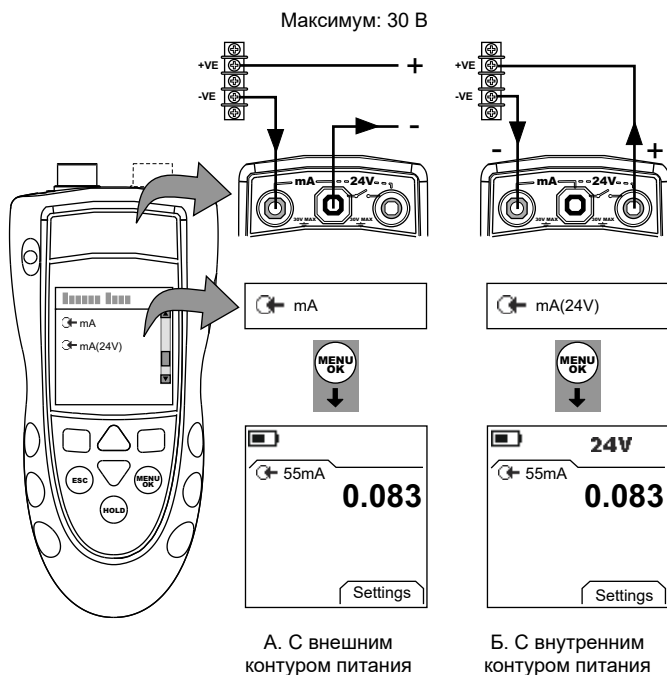

Рисунок 7: Пример конфигурации. Измерение mA
1. Подключите прибор (Рисунок 7) и при необходимости отрегулируйте *Set Up* (Настройка) (Таблица 1).
1. Только DPI 802/802P. Подключите прибор к оборудованию калибровки (Рисунок 7).